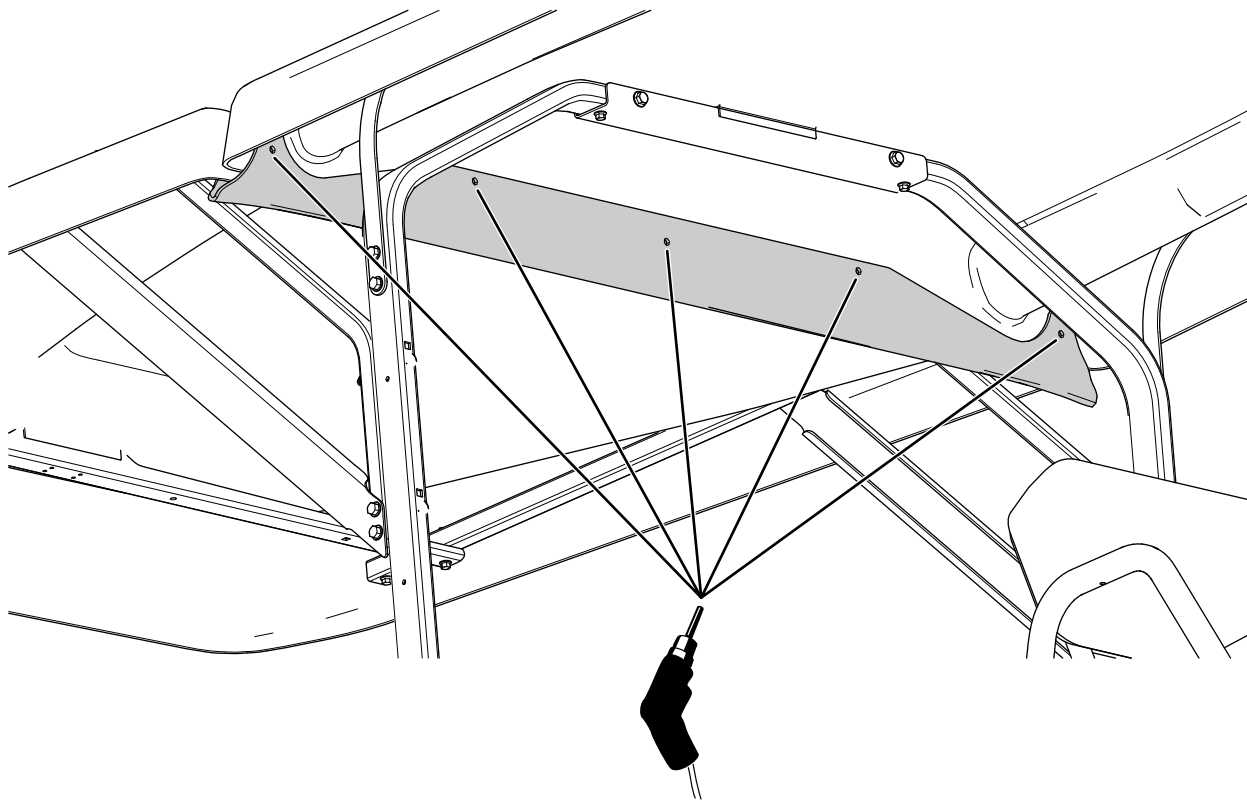

Figura 9
2. Utilizzando la grondaia come riferimento, praticate 5 fori (6,4 mm o 1/4") nel tettuccio anteriore (Figura 9).